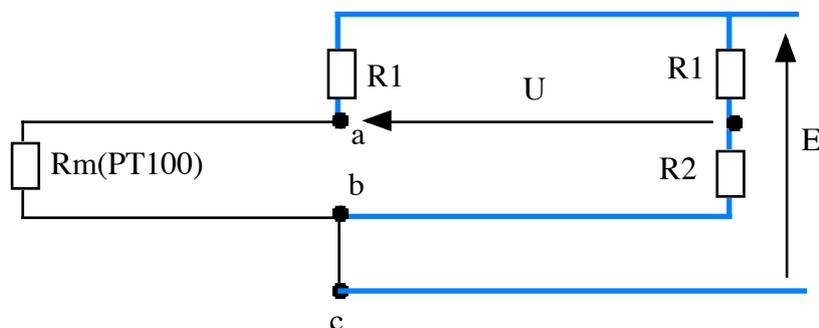
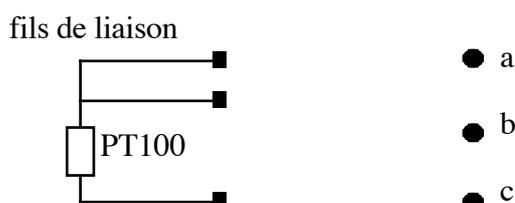

Figure 29 – Pont de mesure
Figure 30 – Montage 3 fils
- d) Quelle est alors la sensibilité m en $\Omega/^\circ\text{C}$ de la sonde PT100. Pour mesurer la température on utilise un pont comme présenté sur la figure 29.
- f) Si on suppose que la variation de la résistance des fils de liaisons n'est pas négligeable (en traits fins sur la figure 29), donner le montage que vous préconisez pour les figures 30 et 31.